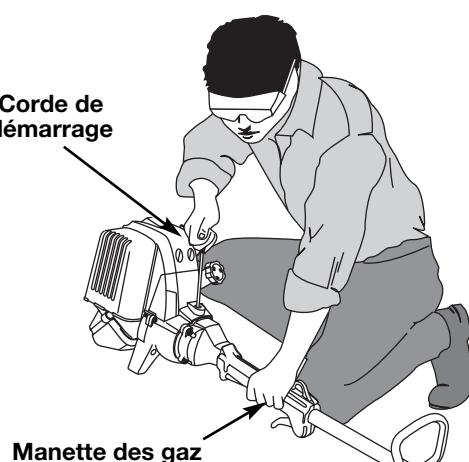

Fig. 11
**AVERTISSEMENT:** évitez tout démarrage accidentel. Tenez-vous en position de démarrage lorsque vous tirez sur la corde de démarrage (Fig. 11). L'opérateur et l'appareil doivent tous deux être en position stable pour éviter des blessures graves. Vérifiez la bonne installation de l'accessoire avant le démarrage de l'appareil.
5. Levez-vous en position de départ et **n'appuyez pas sur la manette des gaz** (Fig. 11). Tirez séchement sur le cordon de démarrage jusqu'à 5 à 10 fois.